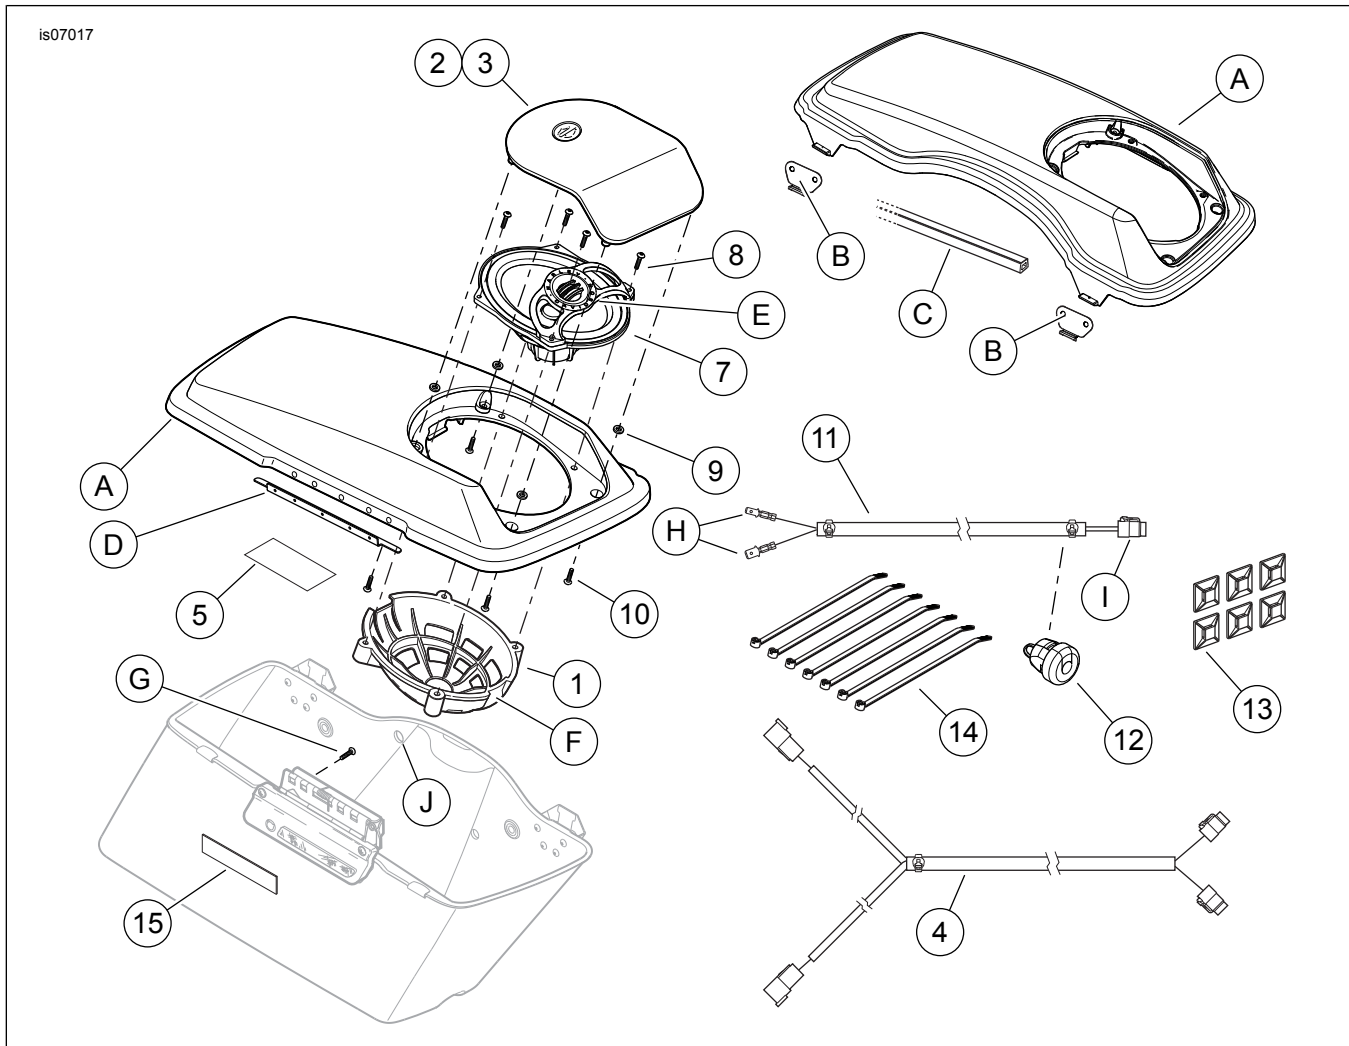

Figura 7. Piezas de servicio: Kit de altavoces Boom! Audio para alforjas
1. Vea Figura 7. Inspeccione los conectores hembra en los dos ramales largos en un extremo del arnés del altavoz trasero (4). En uno de los conectores hembra (etiquetado "RIGHT"): Enchufe esta caja en el conector macho que viene de la alforja **derecha**. En el conector hembra restante (no etiquetado): Enchufe esta caja en el conector macho que viene de la alforja **izquierda**.
6. **Acoplamiento de los conectores de los altavoces traseros:** Vea Figura 7. Haga coincidir los colores de los cables de las cavidades 5 y 6 de los conectores hembra de seis vías del arnés trasero (4) con los de los conectores macho de seis vías del arnés de la radio [41A] y [42A] o del arnés superpuesto Non-Ultra. Enchufe los conectores hembra del altavoz derecho e izquierdo en los conectores macho correspondientes. **Con arnés de la radio y SIN amplificador delantero: Con arnés de la radio Y amplificador delantero:** Inserte los cuatro cables con terminación dentro del conector del arnés del amplificador [149B]_™. Vea las instrucciones del kit del amplificador Boom! Audio.
Vea Figura 7. Tome dos arneses de puente (11) de los altavoces para alforja del kit.